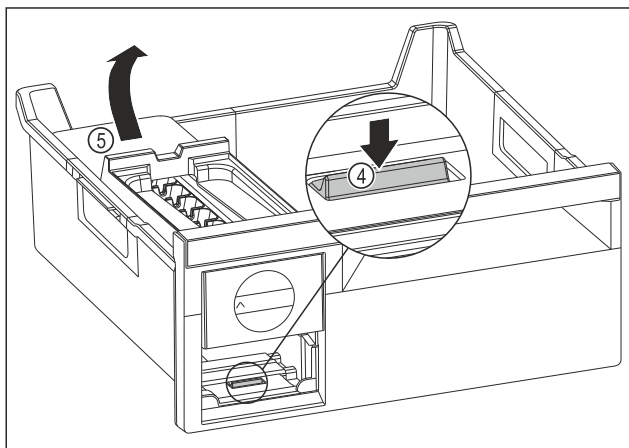

Fig. 111
- ▶ Scoaterea corpului EasyTwist-Ice: Apăsați eclisa Fig. 111 (4) cu degetele în jos și concomitent cu cealaltă mână ridicați corpul EasyTwist-Ice Fig. 111 (5) din spate.